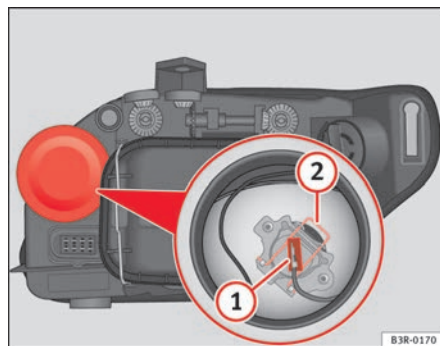

Fig. 203 Máximos
- Retire a ligação ⇒ fig. 203 **1** da lâmpada.
- Pressione a mola ⇒ fig. 203 **2** para dentro e para a direita.